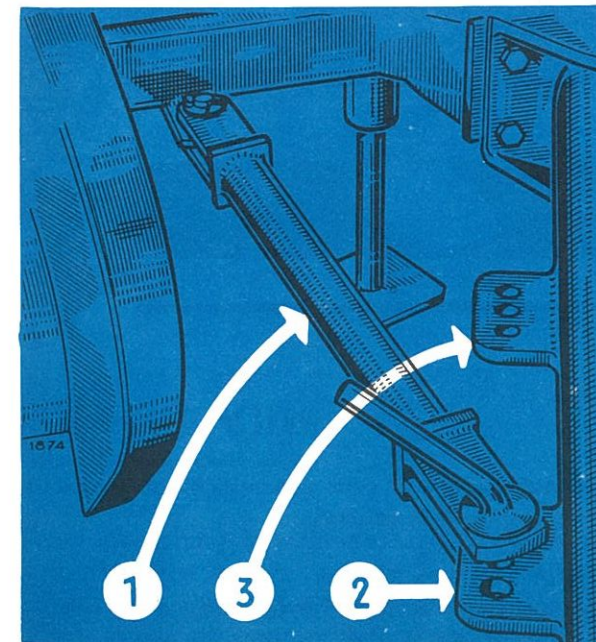

FIG. 11
C. ATTELAGE DU TRACTEUR (FIG. 11 et 12)